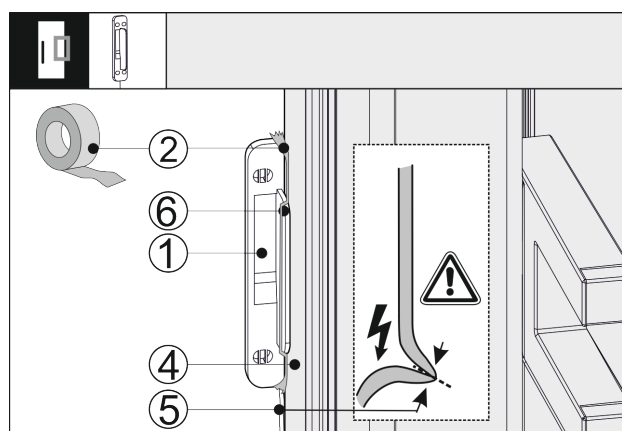

Fig. 42
- Установите датчик стука Fig. 42 (1) сбоку на двери устройства Fig. 42 (4) так, чтобы упор Fig. 42 (6) прилегал к двери устройства Fig. 42 (4). Кабель датчика Fig. 42 (5) слегка натянут и также прилегает к двери устройства Fig. 42 (4).
- Зафиксируйте датчик стука Fig. 42 (1) клейкой лентой Fig. 42 (2). Позже датчик стука будет прикручен к мебельному фасаду.